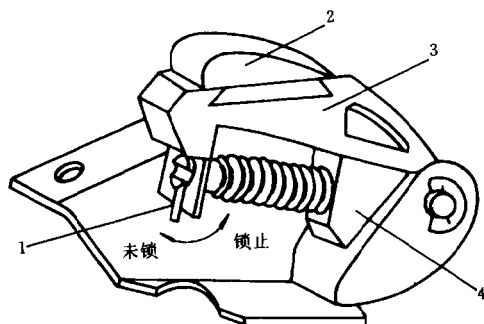
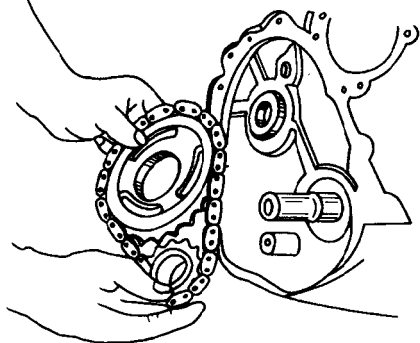

图3 锁止位置
图4 曲轴、凸轮、正时链轮总成拆卸图
③ 使用扭力扳手拆下凸轮轴链轮上的紧固螺栓。将正时链条张紧器上的偏导滑块向前拉动,使张紧弹簧压缩,再把拉杆置向锁止(上)位置(见图3),最后将曲轴、凸轮轴链轮和正时链条作为一个总成拆下(见图4)。